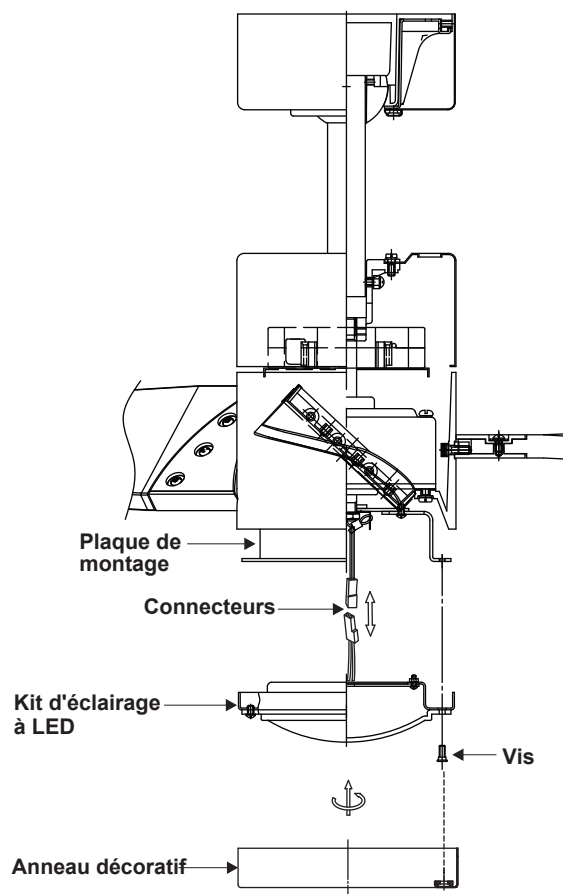

Figure 15
2. Soulevez et maintenez le kit d'éclairage à LED près de la plaque de montage et procédez au raccordement des fils. Effectuez les connexions des fils à 2 broches : (Fig. 15)
3. Placez les trous de serrure du kit d'éclairage à LED sur les 2 vis précédemment desserrées de la plaque de montage, tournez le kit d'éclairage jusqu'à ce qu'il se verrouille en place sur la section étroite des trous de serrure. Fixez en serrant les 2 vis précédemment desserrées et celle qui a été précédemment retirée. (Fig. 15)